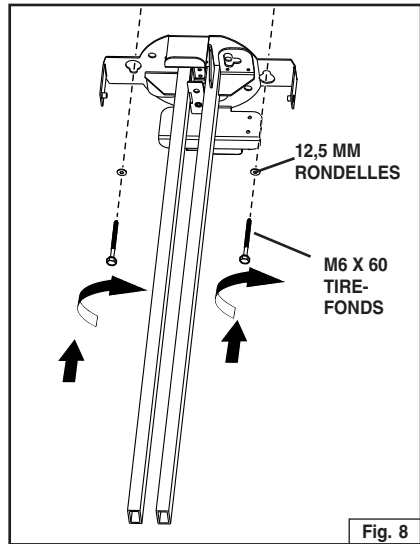

Fig. 8
2. Montez le bras télescopique. Fixez avec les (2) tire-fonds M6 x 60 avec (2) rondelles de 12,5 mm - faites d'abord les deux fentes de trous de serrure (2 boulons/ bras). Assurez-vous que les bras sont perpendiculaires au plafond. Fig 8.